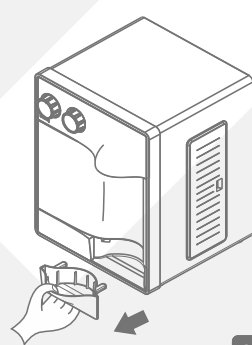

fig.6
- Para a limpeza da pingadeira, retire-a seguindo o desenho abaixo (fig.6).